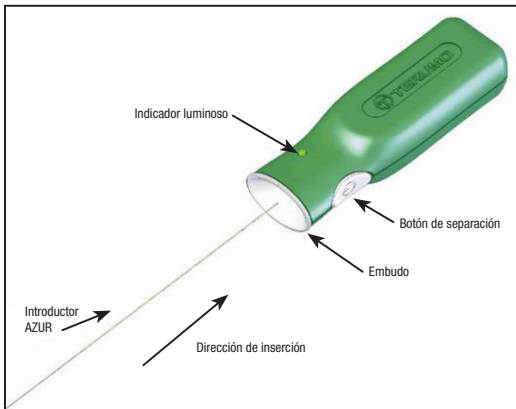

Figura 4: prueba del controlador de separación AZUR
- Abrir la bolsa del tapón vascular AZUR y extraiga el aro dispensador. Antes de utilizar el dispositivo, retire la cuña del aro dispensador. Mientras mantiene el implante de tapón vascular AZUR y la vaina introductora en su sitio, tire del introductor hacia fuera del aro dispensador de forma que el extremo proximal del introductor quede expuesto. Tenga cuidado de no contaminar este extremo del introductor con sustancias extrañas como sangre o medio de contraste. Inserte con firmeza el extremo proximal del introductor en la sección de embudo del controlador de separación AZUR. Consulte la Figura 4. **No pulse el botón de separación en este momento.**
31. Conecte el extremo proximal del introductor al controlador de separación AZUR insertando con firmeza el extremo proximal del introductor en la sección de embudo del controlador de separación AZUR. Consulte la Figura 4.